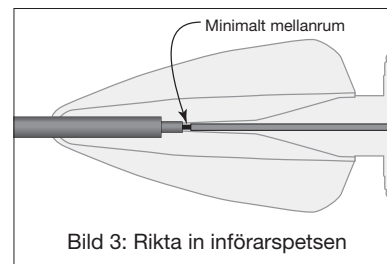

Bild 3: Rikta in införsarspetsen
2. För varsamt in införsarspetsen i RHV tills den inte kommer längre och är nära hubben på infusionsmikrokatern. (Det kan bli ett litet mellanrum, som visas i bild 3, mellan spetsen och hubben beroende på vilken typ av mikrokater som används.) Dra varsamt åt huvudventilen på RHV runt införsarspetsen för att förhindra ett backflöde av blod. Granska att införsarspetsen är i linje med mikrokaterns hubb för att säkerställa att de har inte glidit isär.